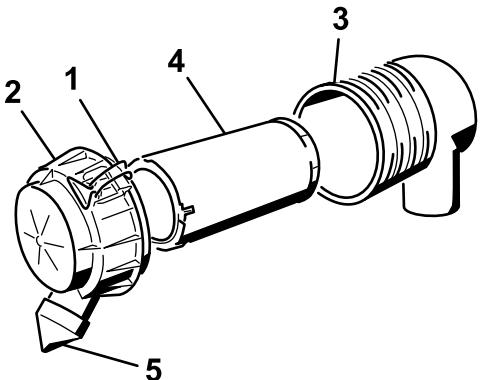

Bild 28
3. Lösen Sie die Riegel am Luftfilter und ziehen Sie die Luftfilterabdeckung vom Luftfiltergehäuse ab (Bild 28).
6. Schieben Sie den Filter vorsichtig aus dem Luftfiltergehäuse heraus (Bild 28).
8. Setzen Sie den Filter vorsichtig ein (Bild 28).
9. Setzen Sie die Luftfilterabdeckung auf (die Staubkappe sollte nach unten zeigen) und befestigen Sie die Riegel (Bild 28).